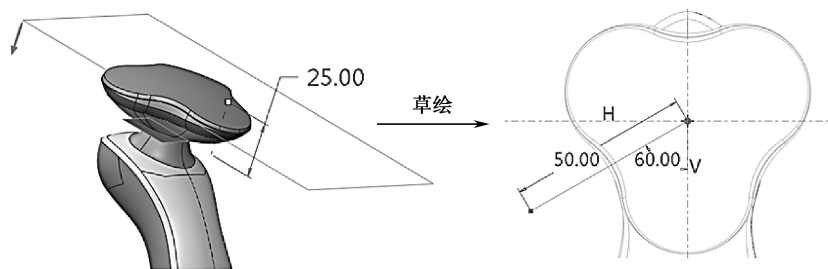

图 7-165 草绘截面
(1) 选择“拉伸 5”平面，单击【新建基准面】，输入距离 25.00，向上偏移拉伸 5 基准面，新建 DTM2 基准平面，如图 7-165 所示。
单击【模型】→【形状】模块的  按钮，激活拉伸特征工具。单击  → ，厚度数值输入 0.5，单击选项卡的  按钮，进入草绘环境。选取 DTM2 基准平面为草绘平面，参考平面为“拉伸 5”，参考方向为右，绘制如图 7-165 所示的草绘截面，完成后单击 ，完成对剃须